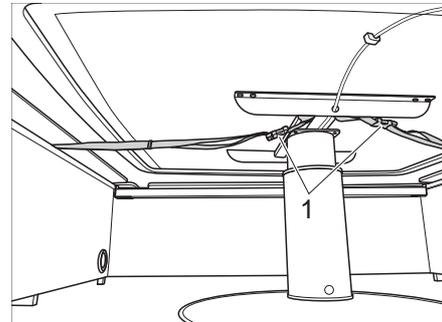

Bild 60 Hubtisch Sicherung mit Gurten
- ▷ Der Hubtisch ist nicht am Boden befestigt. Vor der Fahrt den Hubtisch bis zum unteren Anschlag absenken und mit den Gurten (Bild 60,1) unter den Sitzbänken befestigen.